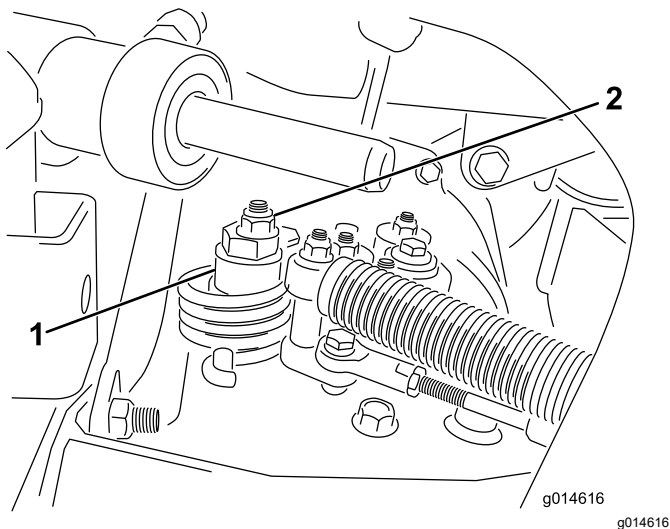

Figura 42
- A. Liberte a porca que fixa o disco excêntrico ao cimo do hidróstato (Figura 42).
- C. Rode o disco excêntrico até eliminar a deslocação em qualquer um dos sentidos. Quando a roda deixar de rodar, aperte a porca, bloqueando deste modo o disco excêntrico e fixando a posição de ajuste (Figura 42). Verifique se o ajuste é o adequado colocando o acelerador nas posições LENTO e RÁPIDO.